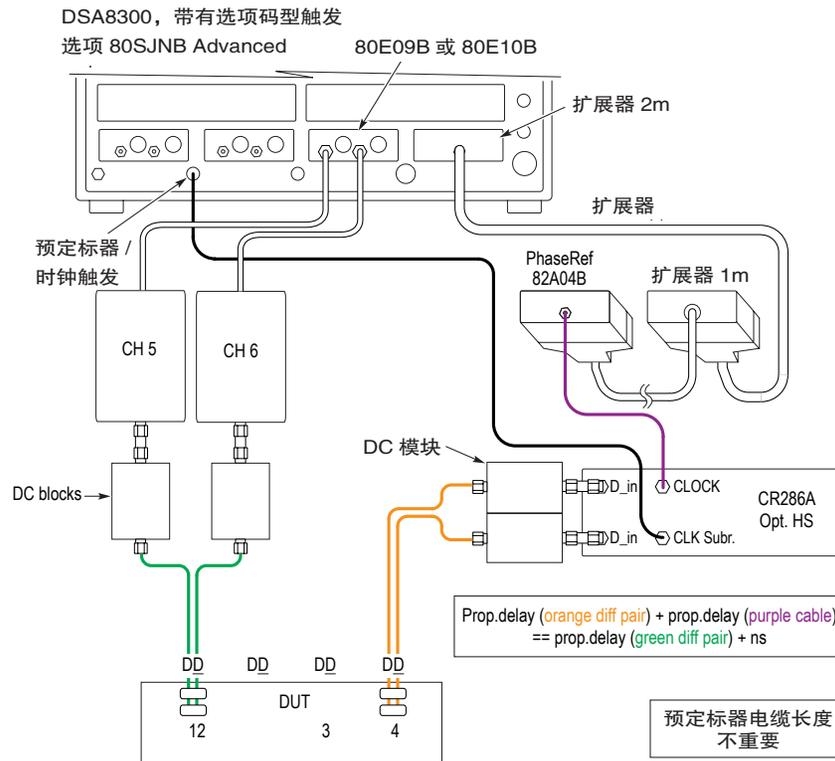

图 2. 采用基于邻道的硬件时钟恢复的测量设置。注意数据路径中没有分路器。另外注意，必须先验证用来驱动 CRU 的邻道与来自采集通道的信号拥有相同的不相关抖动。
- 在被测系统的时钟信号与 CRU 追踪的时钟足够接近时，例如，在系统中没有周期性抖动 (PJ) 时。
- 在可以使用另一条路径为时钟恢复提供信号时，如图 2 所示。这种设置需要满足一个条件，如 DUT 通道上的抖动必须类似、并同相。错误的假设会导致悲观的 (提高的) 抖动结果。